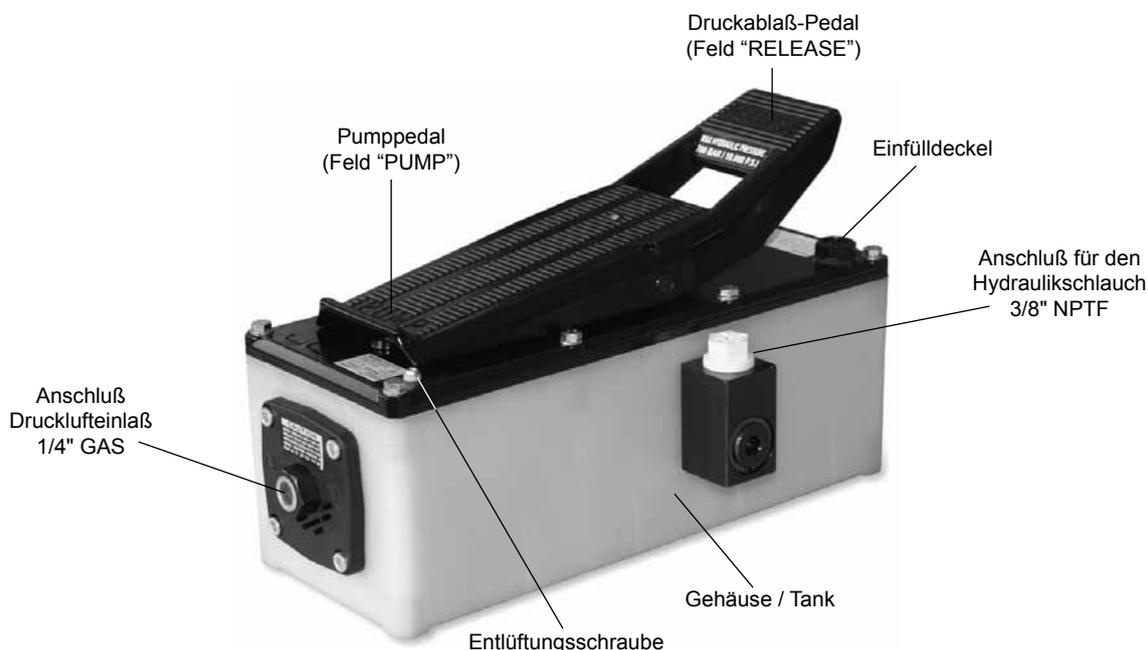

Abb. 7
Auf Abb. 7 sind die verschiedenen Teile der Pumpe dargestellt.
- Einen sechskantigen Steckschlüssel \varnothing 17 verwenden und den Tankdeckel abnehmen (Abb.7, Seite 29).
- Den druckseitigen Hydraulikschlauch (Abb.7, Seite 29) anschließen. Am Schlauch muß ein Anschluß vom Typ 3/8" NPTF angebracht werden, um den zuvor ein Teflonband gewickelt wurde.
- Die Entlüftungsschraube (Abb.7, Seite 29) mit einem geeigneten Schraubenzieher um drei oder vier Umdrehungen lockern.
- Den Tankdeckel mit Hilfe eines sechskantigen Steckschlüssels \varnothing 17 (Abb.7, Seite 29) lockern und den vorher mit Teflonband umwickelten Schlauch mit Anschlußteil 1/4" GAS anbringen.
- Am Druckluftanschluß (Abb.7, Seite 29) eine für Ihre Anlage passende Schnellverbindung festschrauben, deren Gewinde zuvor mit Teflonband umwickelt wurde.